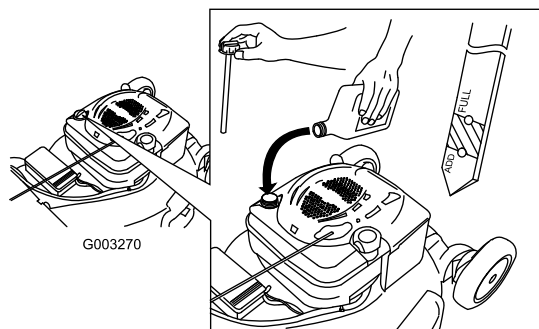

Figure 7
1. Retirez la jauge (Figure 7).
2. Versez de l'huile **lentement** dans le goulot de remplissage pour faire monter le niveau de liquide jusqu'au repère du plein (Full) sur la jauge (Figure 7). **Ne remplissez pas excessivement.** (Remplissage max. : 0,59 l, type : huile détergente SAE 30 de classe de service API SF, SG, SH, SJ, SL ou supérieure.)